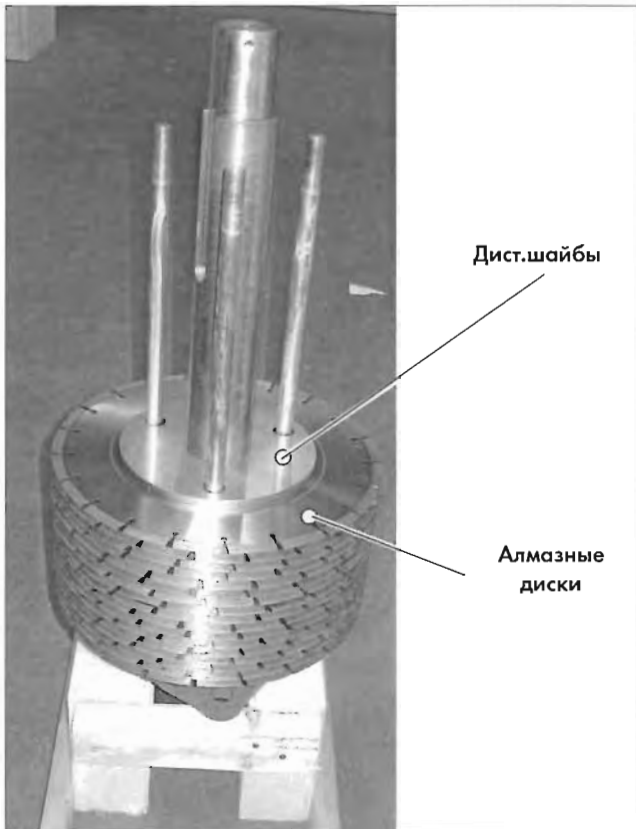

Рис. 4.38 Оснащение фрезерного вала
Сделайте соответствующее крепление для стороны шкивов фрезерного вала например из досок (Рис. 4.38)!
13. Вставьте на фрезерный вал при необходимости дистанционное кольцо (Рис. 4.36) и примыкающий взамен алмазных дисков и дистанционных шайб (Рис. 4.38, 4.41 и 4.42)!
Отметьте направление вращения на (установленном) фрезерном валу на разных высотах (Рис. 4.38)!
Нанизывайте алмазные диски с различным положением сегментов относительно предыдущего алмазного диска на фрезерный вал (Рис. 4.38)!
**10 алмазных дисков, соответствует ли положение и достаточно ли дистанционных шайб (Рис. 4.38)!**